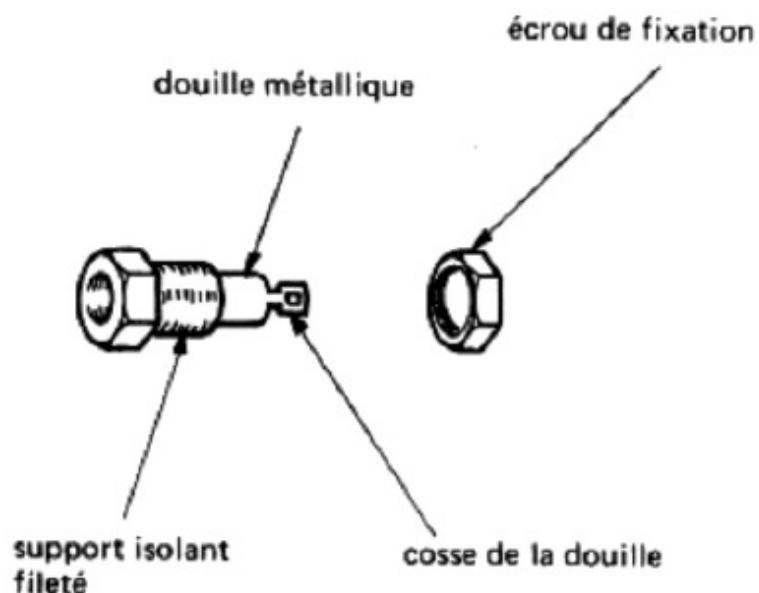
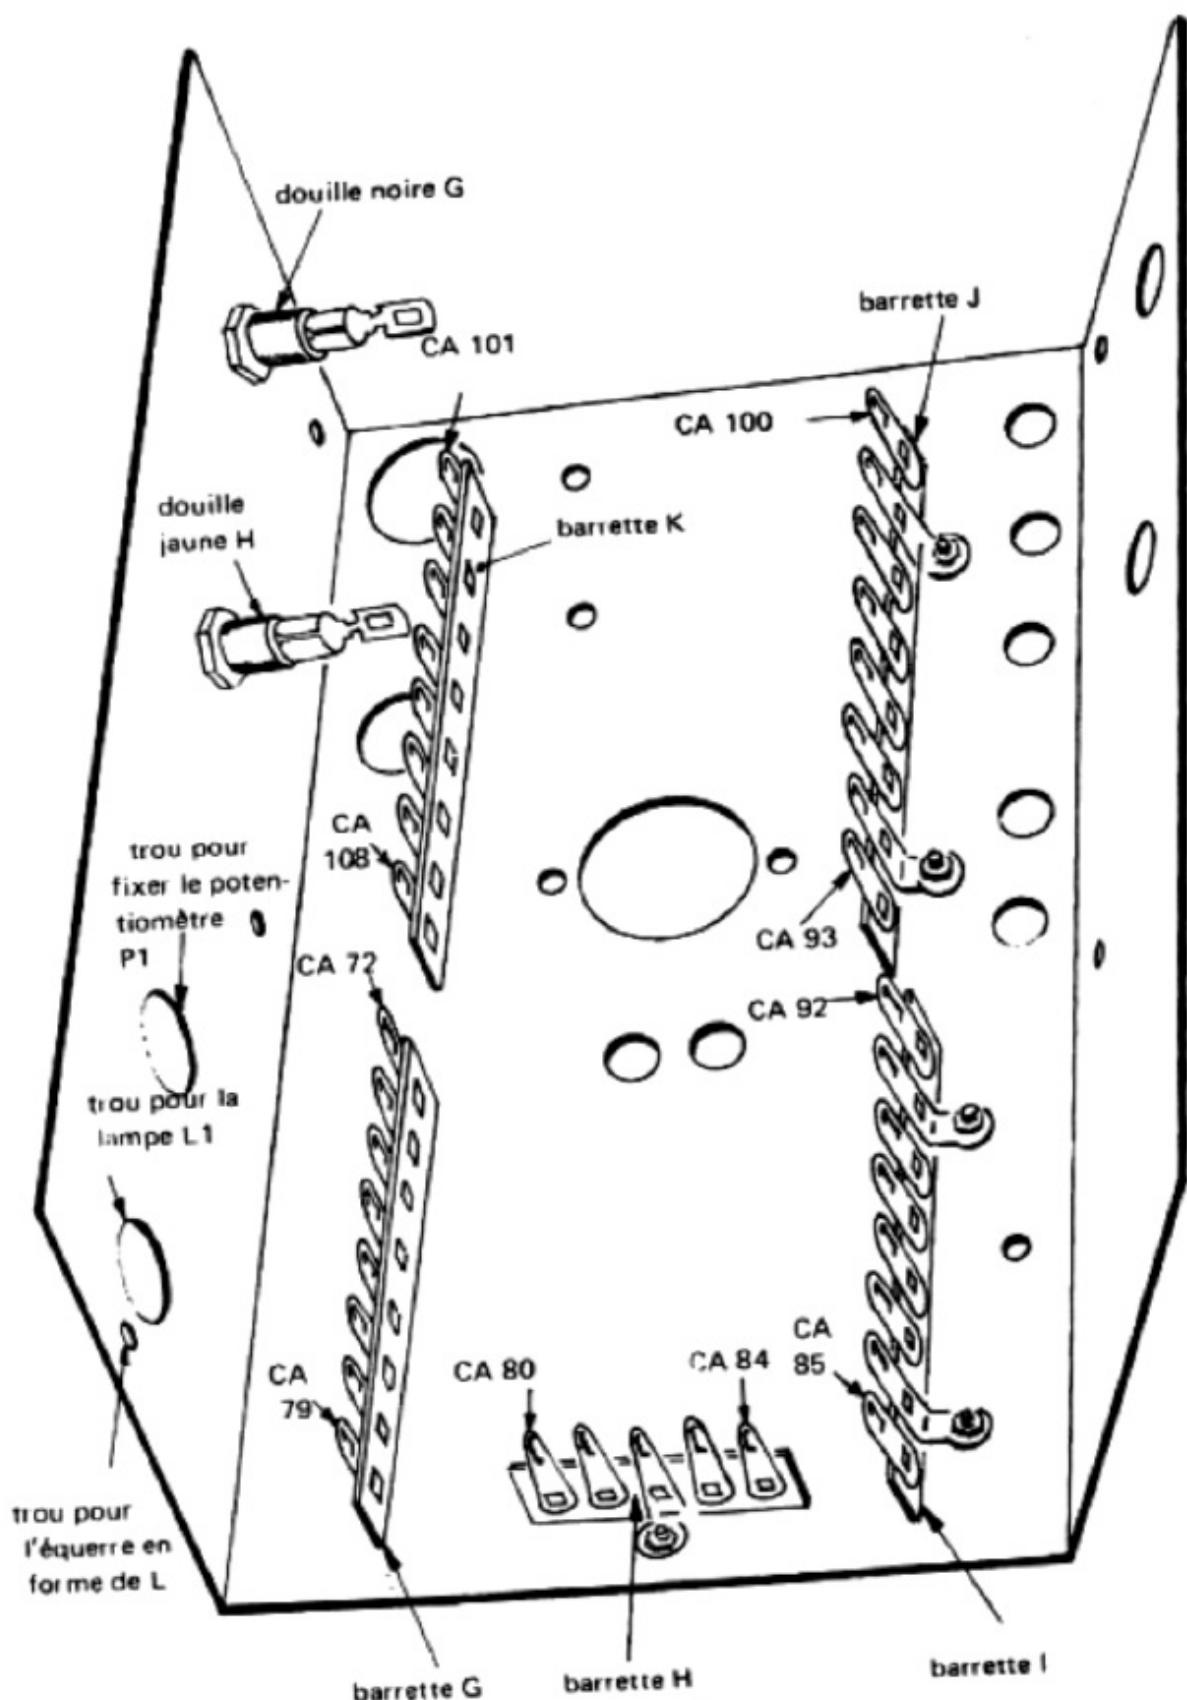

Figure 4
Figure 5
**PRENEZ** une douille isolée noire, du même type que celle représentée sur la figure 4. **INTRODUISEZ**-la dans le trou G (repéré sur la figure 3), par le côté extérieur du châssis, et **FIXEZ**-la, à l'aide de son écrou de fixation, comme indiqué sur la figure 5.
**PRENEZ** une douille isolée jaune, du même type que celle représentée sur la figure 4. **INTRODUISEZ**-la dans le trou H (repéré sur la figure 3), par le côté extérieur du châssis, et **FIXEZ**-la, à l'aide de son écrou de fixation, comme indiqué sur la figure 5.
**DEVISSEZ** l'écrou du potentiomètre P1 de  $1M\Omega$  et enlevez la rondelle ; **INTRODUISEZ** l'axe de commande dans le trou du châssis (repéré sur la figure 5) de manière que le canon fileté ressorte par l'extérieur.
**FIXEZ**, à l'aide d'une vis de 3 X 6 et d'un écrou de même diamètre, le côté le plus étroit de l'équerre (de 12 X 35), en forme de L, dans le trou indiqué sur la figure 5.